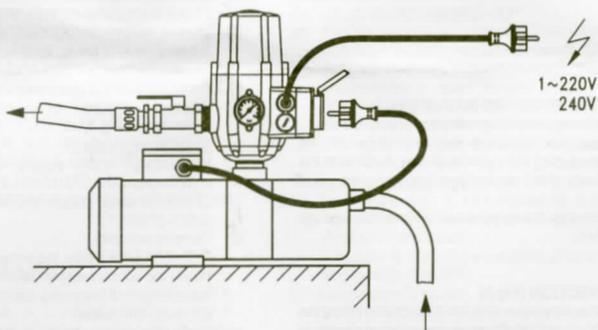

Fig. 3
NETZANSCHLUSS (Abb. 3)
Die Pumpe zur CONTROLMATIC-E (an SCHUKO Schutzkontakt-Buchse) und diese zum Netz gem. Abb. 3 anschließen.
- Elektrischer Anschluß fehlerhaft: Den Anschluß durch eine Elektrofachkraft überprüfen lassen. (Bild 3).